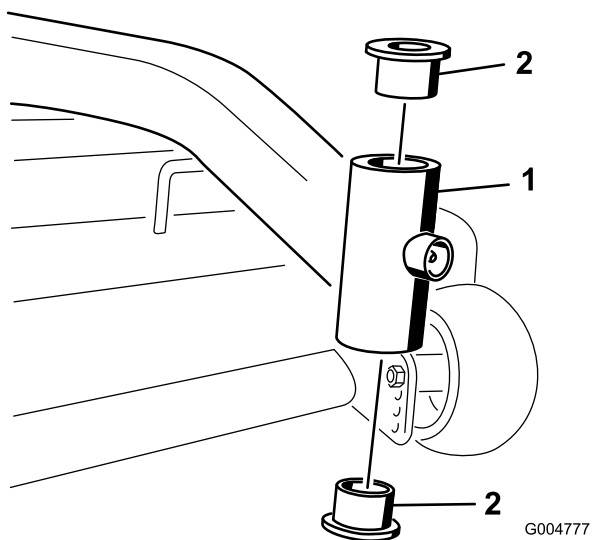

Figure 35
- Insérez un chasse-goupille dans le tube de montage et chassez les bagues avec précaution (Figure 35). Nettoyez l'intérieur du tube de montage.